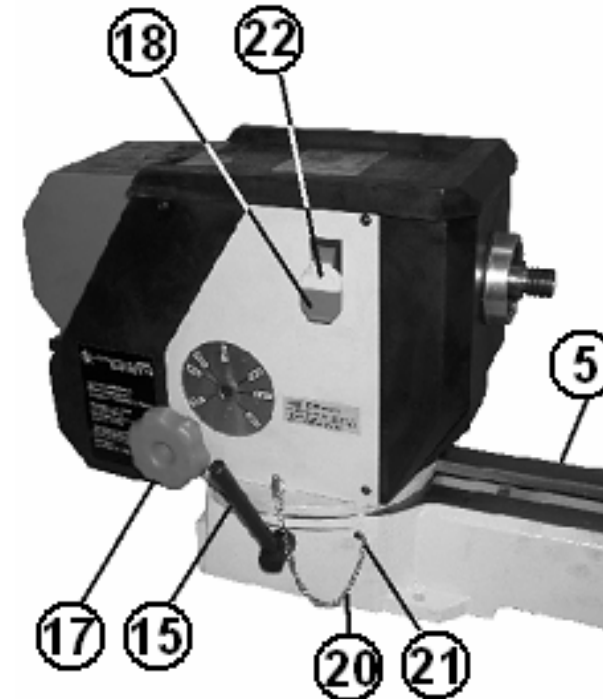

Рис. 5.
8.3. Установите машину прямо (Рис.5). Установите фиксирующую ручку (15) на эксцентриковый вал (19). Прикрепите цепь (20) совмещающего штифта (14) к станине (5) винтом (21). Установите переднюю бабку так, чтобы шпиндель был направлен в противоположный конец станины. Вставьте совмещающий штифт (14) через нижнюю часть передней бабки (1) в станину (5). Установите переднюю бабку в нужную позицию путем поворота ручки фиксации (15) по направлению вперед. Закрепите диск регулировки частоты вращения шпинделя передней бабки (17) с помощью шайбы и винта.
10.1. Сетевой переключатель включения/выключения (Рис.5)